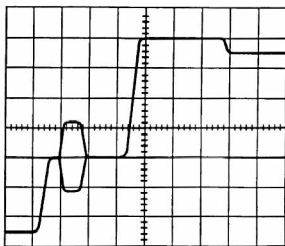

figure 15
- Abaisser le coefficient de balayage (18) à 2  $\mu\text{s}/\text{div}$ . Le début de ligne est dilaté, le point de déclenchement est inchangé (impulsion de synchronisation ligne) (figure 15).